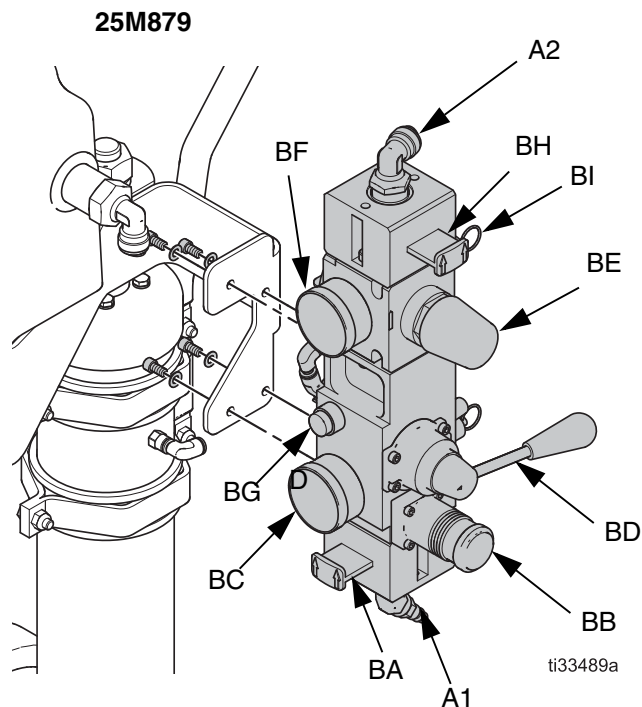

FIG. 1
1. Con los cuatro tornillos y las arandelas, fije los controles de aire integrados al soporte de montaje. Consulte FIG. 1.